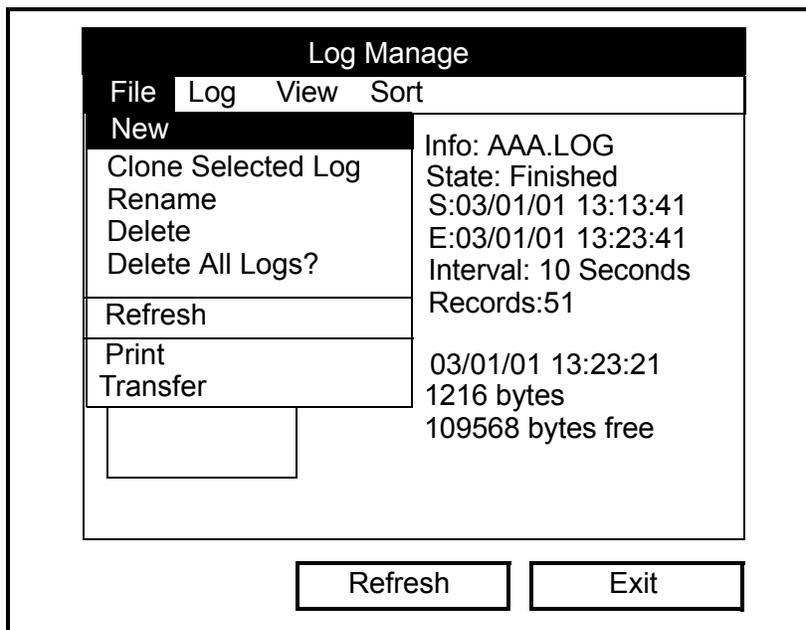

Рис. 5-3. Меню File (Файл) в окне Log Manager (Диспетчер регистрации)
1. В окне *Log Manager* (Диспетчер регистрации) нажмите [MENU] (МЕНЮ) и затем [ENTER] (ВВОД). Появится окно, подобное показанному на рис. 5-3 ниже.
- В меню *Log Manager>File* (Диспетчер регистрации>Файл) (см. Рисунок 5-3 на предыдущей странице) с помощью прокрутки перейдите к пункту меню *New* (Создать) и нажмите [ENTER] (ВВОД). Или
1. В меню *Log Manager* (Диспетчер регистрации) > *File* (Файл) (см. Рис. 5-3 на стр. 5-3) прокрутите до пункта *Delete All Logs?* (Удалить все журналы?) и нажмите [ENTER] (ВВОД).